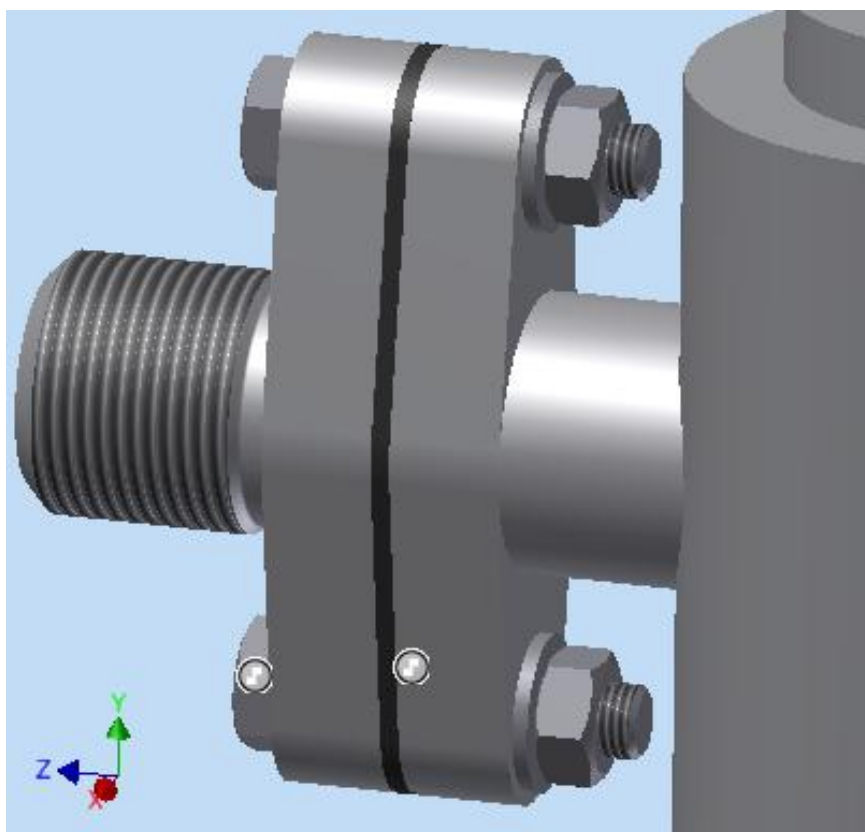

Рис. 3.82. Фланец в сборе
- Один фланец собран (рис. 3.82).